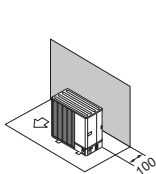

Fig. 2-6
- (1) Hindring eller lukket overflate kun bak (Fig. 2-6)